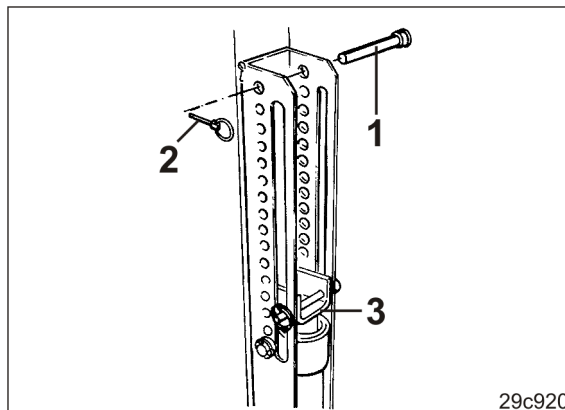

Fig. 177
3. Introduceți bolțul (Fig. 177/1) deasupra opritorului (Fig. 177/3) într-un orificiu al grupului de orificii și asigurați-l cu șplintul (Fig. 177/2).